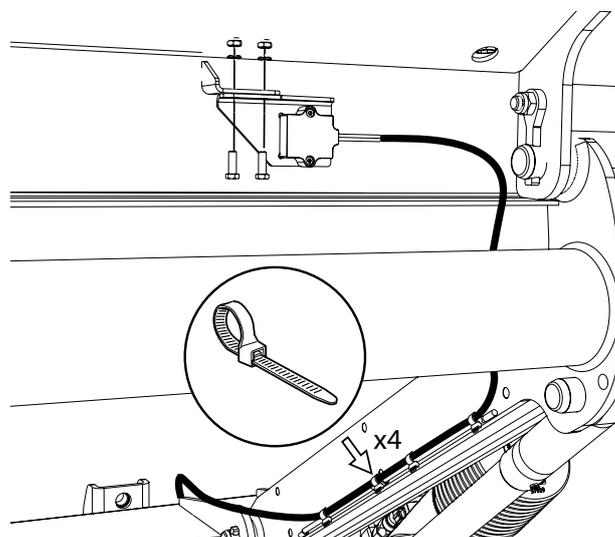

Figura 59. Montaje del inclinómetro
1. Montar el inclinómetro en la plataforma, utilizar los tornillos, las tuercas y las arandelas proporcionados y sujetar el cable con bridas, véase Figura 59.